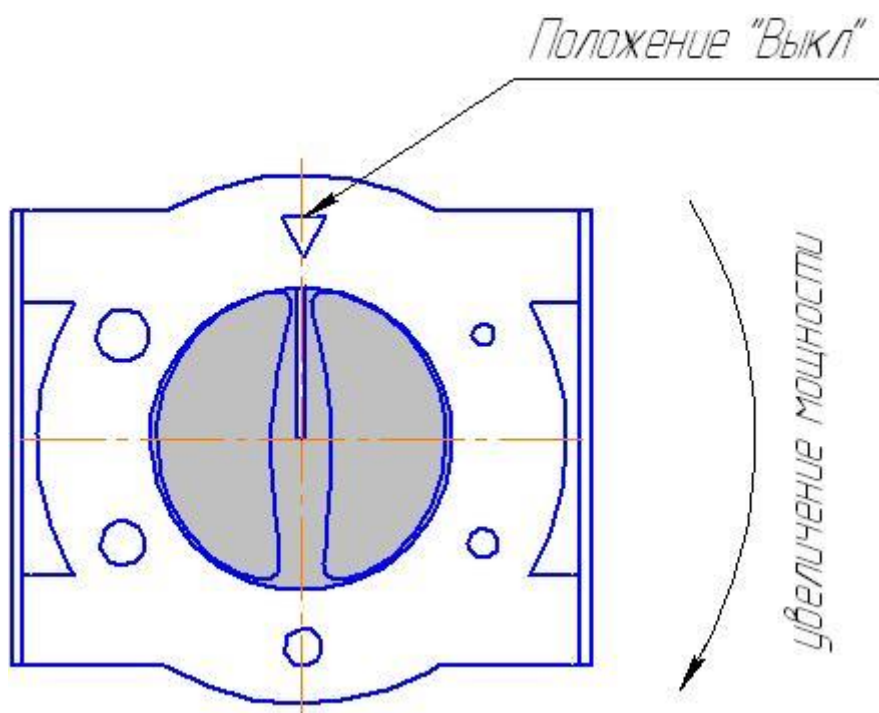

Рис. 5 Управление
2. Каждая конфорка оснащена двумя ТЭНами, нагрев которых регулируется переключателями. Установить переключателем поз.1 (рис.5) требуемый режим нагрева ТЭНа. В данном регуляторе роль чувствительного элемента выполняет термопластина. В зависимости от степени нагрева пластины и положения ручки будет регулироваться простоя и работа ТЭНов. На первых положениях ТЭНы будут меньше работать и больше простаивать, например 10 секунд работать 45 сек простаивать. При повороте рукоятки по часовой стрелке (рис.5), будет происходить постепенное увеличение времени работы ТЭНов и уменьшения времени простоя. В самом крайнем положении ТЭНы будут постоянно включены, обеспечивая максимальную температуру на поверхности гриля. Символ треугольника соответствует положению «выкл».